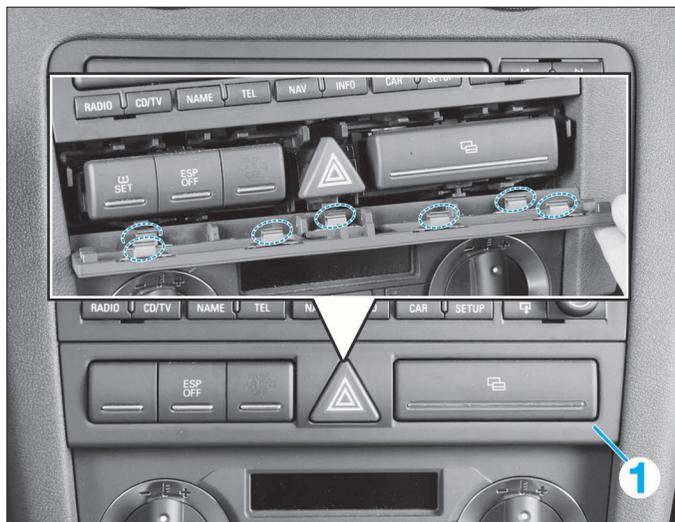

FIG. 6
- Dégrafer l'enjoliveur (1) (Fig.6).